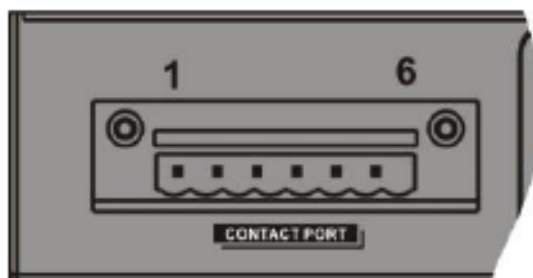

Fig. 1: particolare della porta dei contatti
La porta dei contatti è formata da sei (6) pin numerati da sinistra a destra (vedi fig. 1), che possono essere collegati a un sistema di monitoraggio esterno (come un BMS) per monitorare lo stato operativo dell'ATS. L'apparecchiatura esterna deve rispettare le caratteristiche di tensione e corrente della porta dei contatti.